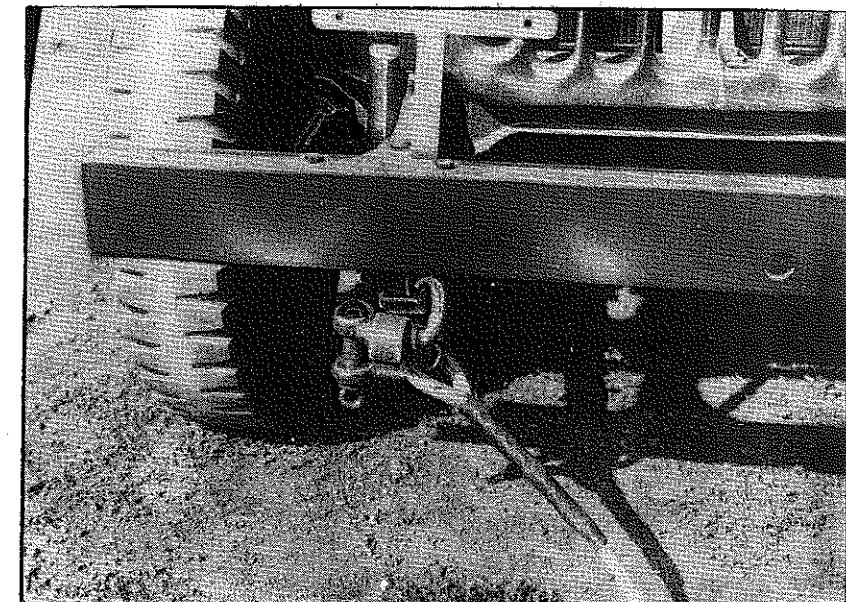

Fig. 4
- Anbring slæbetrossens ene ende ved hjælp af sjæklen i det bagste motorkøretøjs ene forfjeder, og anbring slæbetrossens kovs i det forreste motorkøretøjs prodkrog (se fig.4).